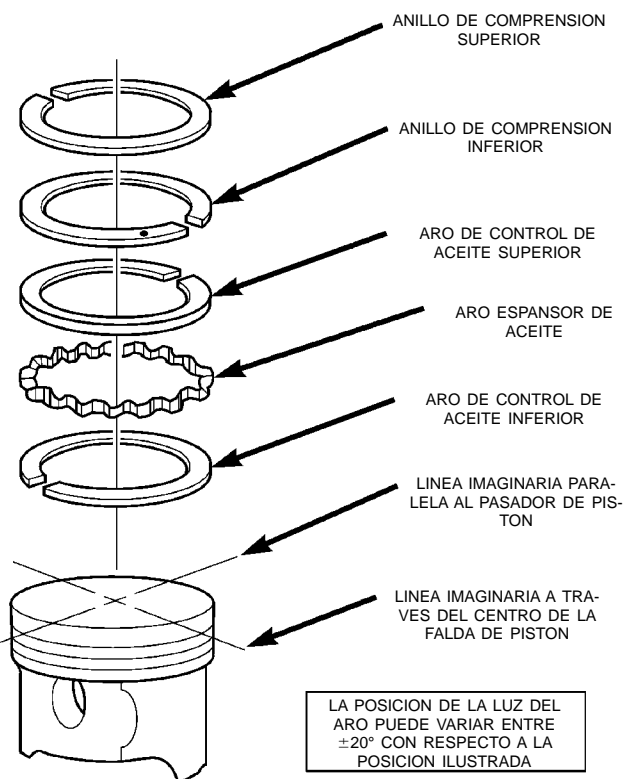

Fig. 14 Orientación de la luz del aro
- Coloque la luz en el pistón según se muestra (Fig. 14).